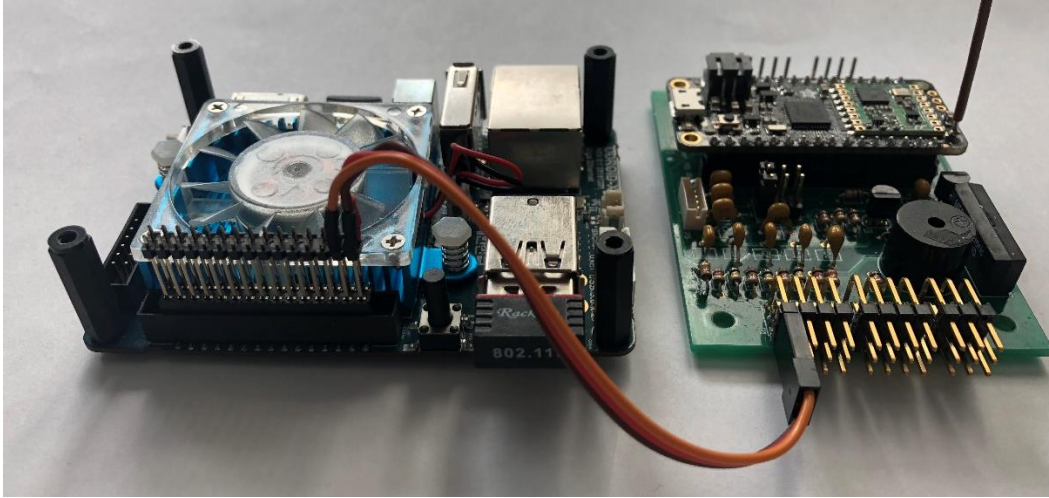

Abb. 7
- 6.2 Anschluss einer automatischen Wendeerkennung (hier FCD) an das als Sendemodul (TX) konfigurierte UFP-II (Abb. 7).